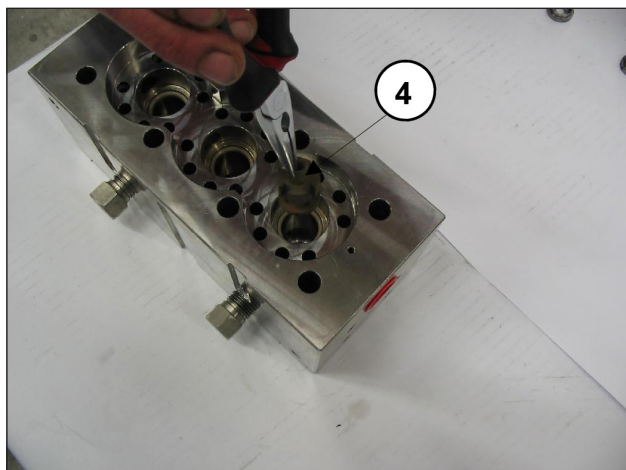
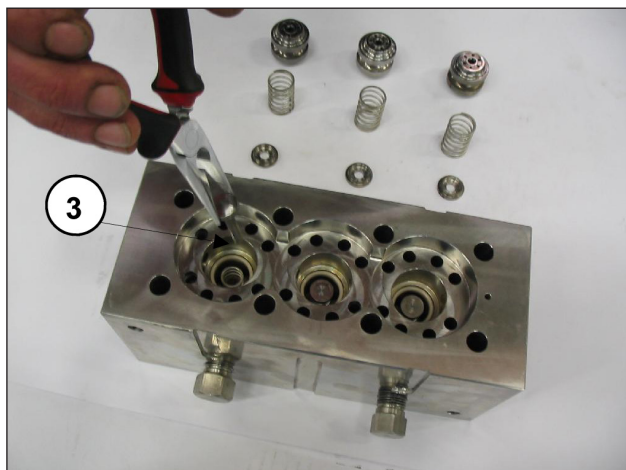

Fig. 44
Fig. 45
- Sortir les plateaux de refoulement ③ et leurs guides ④ avec les ressorts correspondants, comme le montrent les Fig. 44 et Fig. 45, vérifier s'ils sont usés et les remplacer si nécessaire ; toujours les remplacer aux intervalles indiqués dans le tableau « ENTRETIEN PRÉVENTIF », chapitre 11 du *Manuel d'utilisation et entretien*.